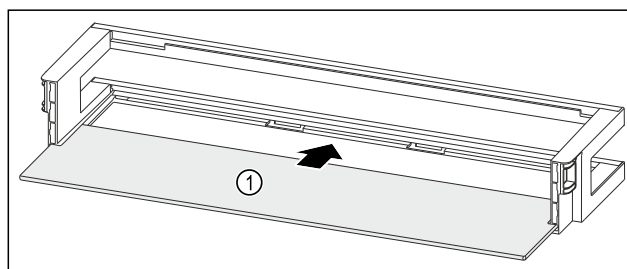

Fig. 164 Лотки на дверцятах з полицею
- ▶ Всуньте полицю Fig. 164 (1) в бокові пази.